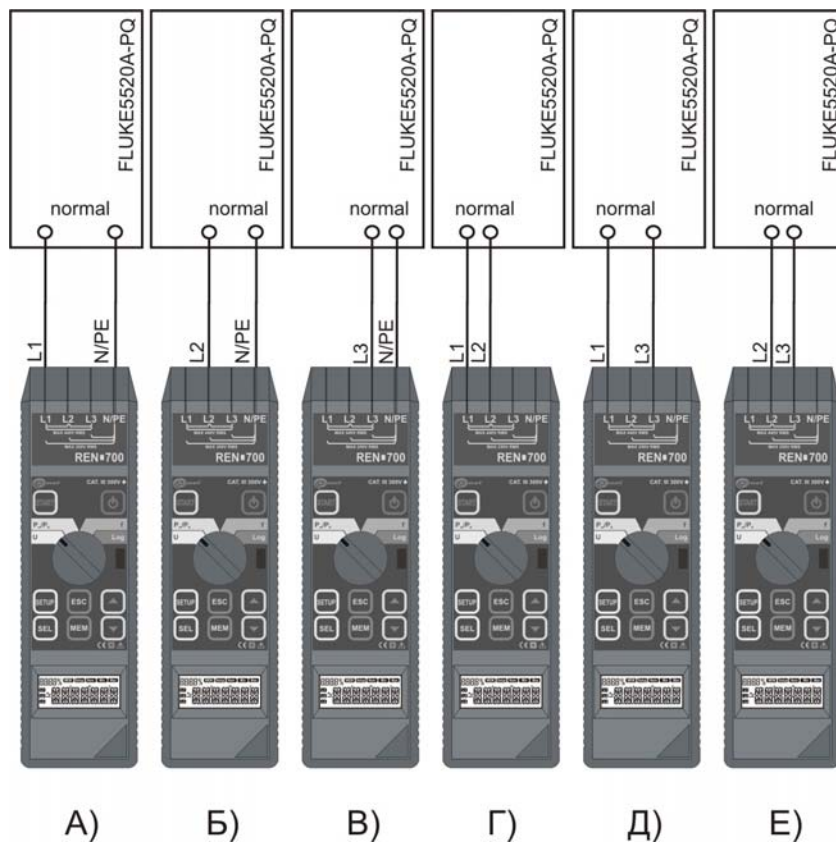

Рисунок 1 – Структурная схема проверки работоспособности измерительных входов
- подключить входы **L1** и **N/PE** к FLUKE5520A-PQ, (см. рисунок 1.А). Установить на FLUKE5520A-PQ для выхода normal: напряжение переменного тока - 220 В; частоту - 50 Гц. С помощью клавиши **SEL** установить на анализаторе режим L1. Проверить на поверяемом анализаторе индикацию напряжения переменного тока;
- подключить входы **L2** и **N/PE** к FLUKE5520A-PQ, (см. рисунок 1.Б). Установить на FLUKE5520A-PQ для выхода normal: напряжение переменного тока - 220 В; частоту - 50 Гц. С помощью клавиши **SEL** установить на анализаторе режим L2. Проверить на поверяемом анализаторе индикацию напряжения переменного тока;
- подключить входы **L3** и **N/PE** к FLUKE5520A-PQ, (см. рисунок 1.В). Установить на FLUKE5520A-PQ для выхода normal: напряжение переменного тока - 220 В; частоту - 50 Гц. С помощью клавиши **SEL** установить на анализаторе режим L3. Проверить на поверяемом анализаторе индикацию напряжения переменного тока;
- подключить входы **L1** и **L2** к FLUKE5520A-PQ, (см. рисунок 1.Г). Установить на FLUKE5520A-PQ для выхода normal: напряжение переменного тока - 380 В; частоту - 50 Гц. С помощью клавиши **SEL** установить на анализаторе режим L1 L2. Проверить на поверяемом анализаторе индикацию напряжения переменного тока;
- подключить входы **L1** и **L3** к FLUKE5520A-PQ, (см. рисунок 1.Д). Установить на FLUKE5520A-PQ для выхода normal: напряжение переменного тока - 380 В; частоту - 50 Гц. С помощью клавиши **SEL** установить на анализаторе режим L1 L3. Проверить на поверяемом анализаторе индикацию напряжения переменного тока;
- подключить входы **L2** и **L3** к FLUKE5520A-PQ, (см. рисунок 1.Е). Установить на FLUKE5520A-PQ для выхода normal: напряжение переменного тока - 380 В; частоту - 50 Гц. С помощью клавиши **SEL** установить на анализаторе режим L2 L3. Проверить на поверяемом анализаторе индикацию напряжения переменного тока.